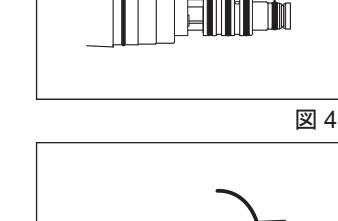

図 40
- 2 交換する O リングを指先でたるみをつけて取り外します (図 40)。